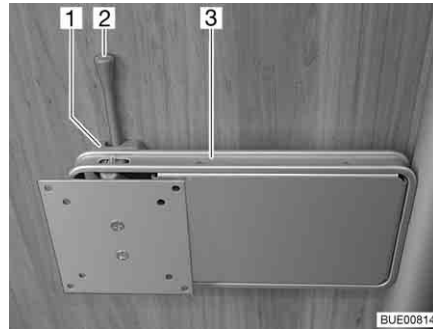

Bild 73 Fäste på pelare
- Tryck låsspaken (Bild 73,2) åt sidan och sväng fästet (Bild 73,3) med den platta bildskärmen till önskat läge.
- Vrid tillbaka den platta bildskärmen tills fästet (Bild 73,3) hakar fast i låset (Bild 73,1).